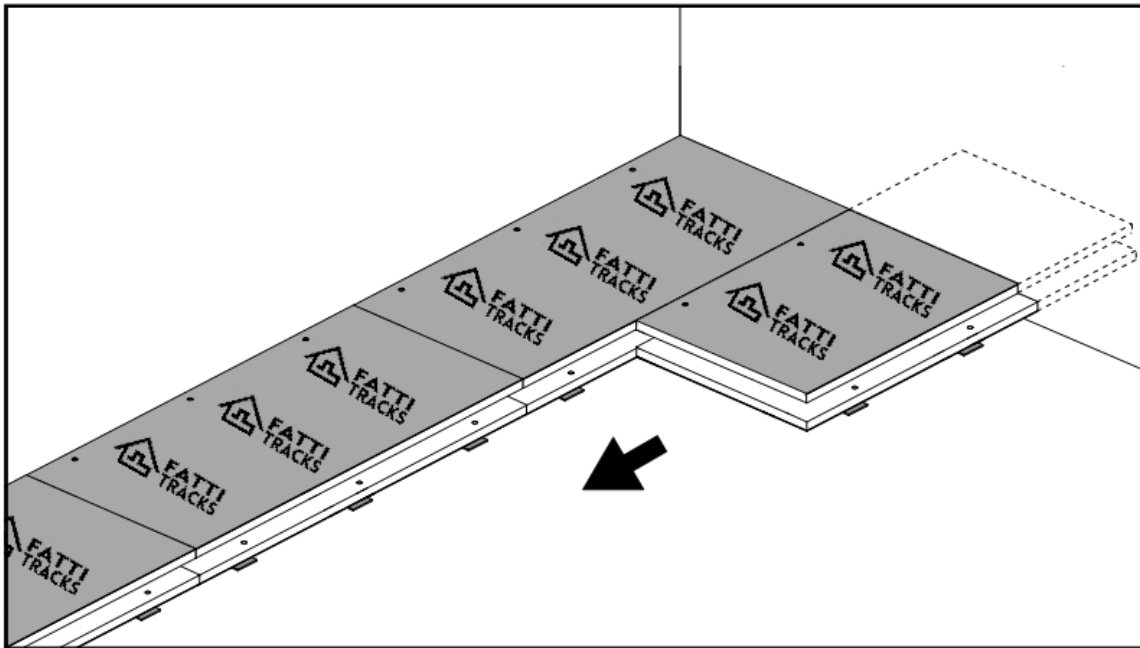

Fig. 2
- Poursuivez l'installation des rangées suivantes avec les panneaux intérieurs en progressant de la gauche vers la droite. Emboîtez les pieds niveleurs et les trous, tout en faisant adhérer les panneaux sur les joints horizontaux (voir fig. 2). Pour conserver le motif en forme de briques qui est nécessaire, coupez les extrémités du premier panneau à toutes les deux rangées par 16 po ou 32 po. Déterminez le meilleur emplacement pour les pieds niveleurs après la coupe pour maintenir la stabilité structur